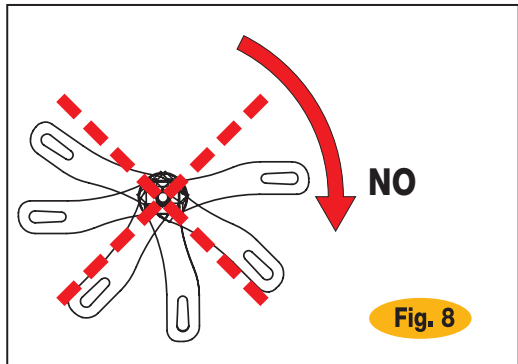

Fig. 8
- Nunca utilizar nunca la palanca como si fuera una tuerca para efectuar el apriete porque esto podría dañar la integridad y la seguridad del cierre, (Fig. 8).